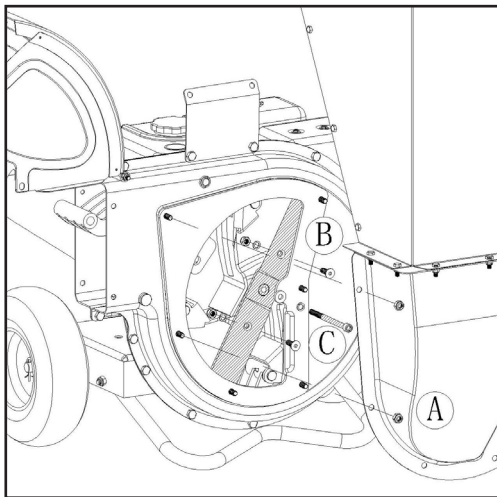

BILD2
2. Lossa flämsmuttrar som håller fast skyddsplåten på plats (se bild2)